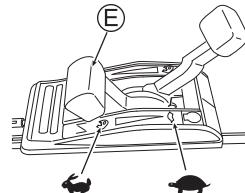

Fig. 14
- Vérifiez qu'il n'y a personne derrière vous lorsque vous tirez sur la poignée du lanceur (V).
- Attrapez fermement la poignée du lanceur (V) lorsque vous le tirez.
- Remettez doucement la poignée du lanceur (V) dans sa position initiale.
- Faites chauffer la machine avant de l'utiliser. Une fois que le moteur est chaud, commencez à tondre en plaçant la manette des gaz (E) sur la position "". (Voir Fig. 14)